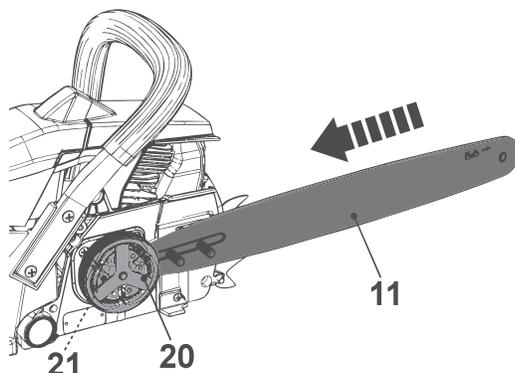

Fig. 3
- Empurre a guia (11) para a esquerda na direção da roda dentada de acionamento (21) (atrás da embraiagem (20) (Fig. 3))